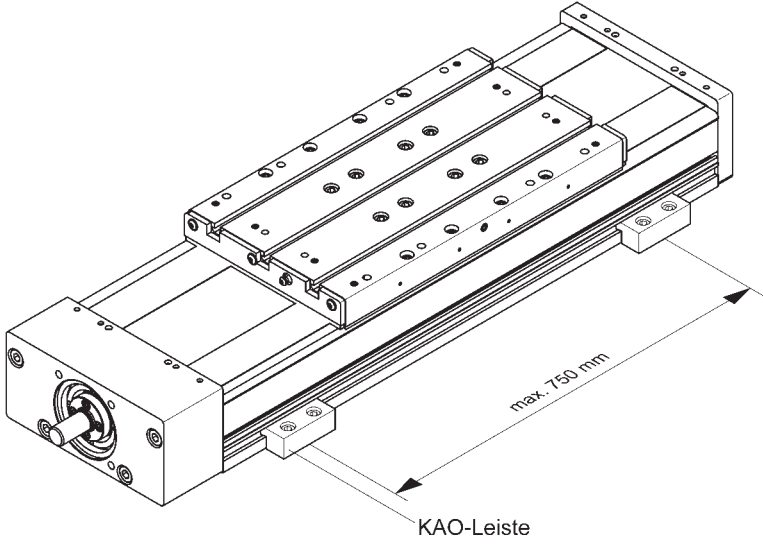

Bild 3
1. **Bild 3:** Lockern der betreffenden Befestigungsleiste.